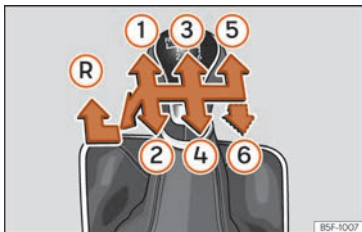

Abb. 214 Schaltschema bei einem 5-Gang bzw. 6-Gang Schaltgetriebe
Auf dem Schalthebel sind die Positionen der einzelnen Fahrgänge dargestellt » **Abb. 214**.
- Schalthebel auf Leerlauf stellen und nach unten drücken, ganz nach links und dann nach vorne schieben, um den Rückwärtsgang » **Abb. 214** einzulegen.